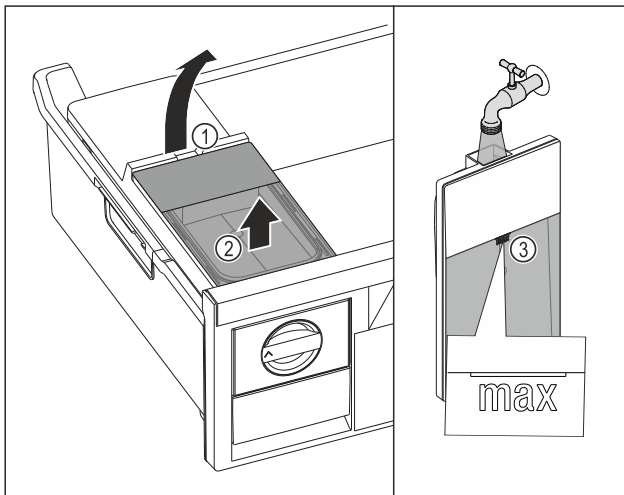

Fig. 121
- ▶ 从凹槽 Fig. 121 (1) 抬起水箱。
- ▶ 向上取出水箱。 Fig. 121 (2)
- ▶ 向水箱注入饮用水，直至标记 Fig. 121 (3)。